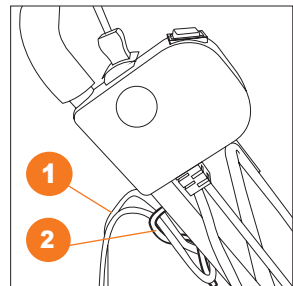

Рис. 13
4. Перед началом работы закрепите сетевой шнур удлинителя **1** в специальном зажиме **2** для предотвращения его отсоединения. Для этого, проденьте шнур **1** в петлю зажима **2** и зафиксируйте его, зацепив за крючок (Рис. 13).